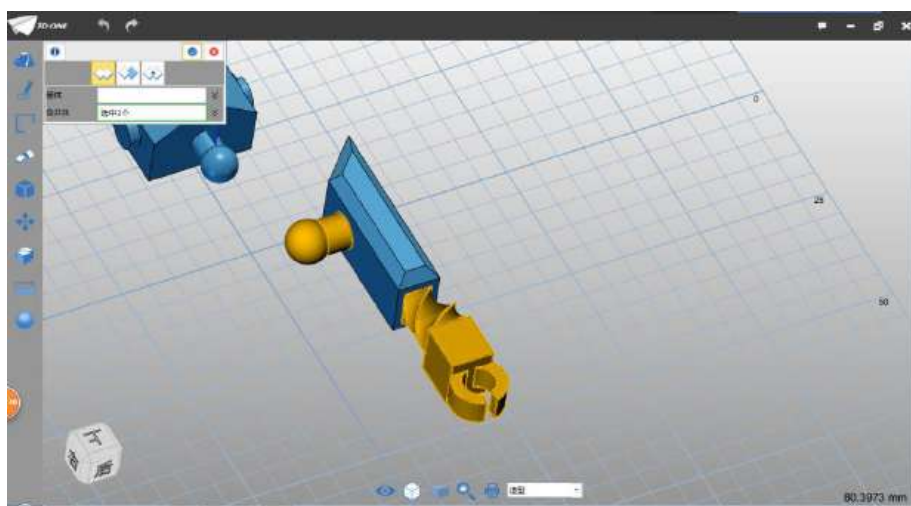

图 3-34
Step 34 合并体对话框选择手臂其他部件，如下图 3-34 所示：